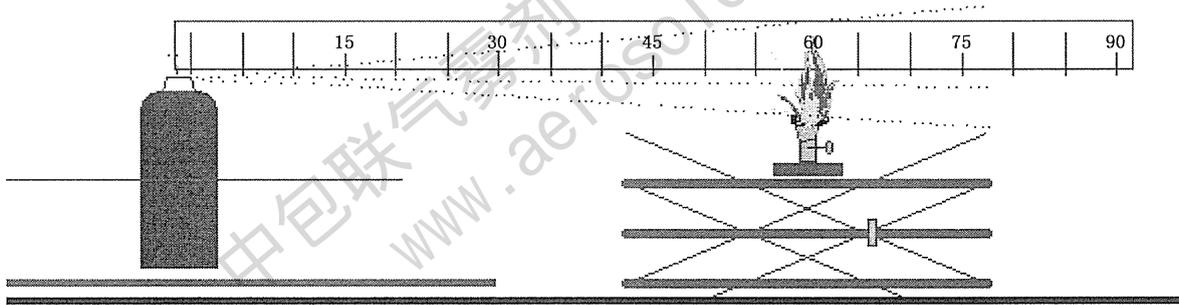

图 1
- 6.1.9 调整燃烧器和喷雾剂喷嘴位置,使喷雾剂的喷嘴和燃烧器的火焰在同一高度上,确定喷雾剂喷嘴位置指向燃烧器的中上部(见图 1)。喷雾应通过火焰的上半部。